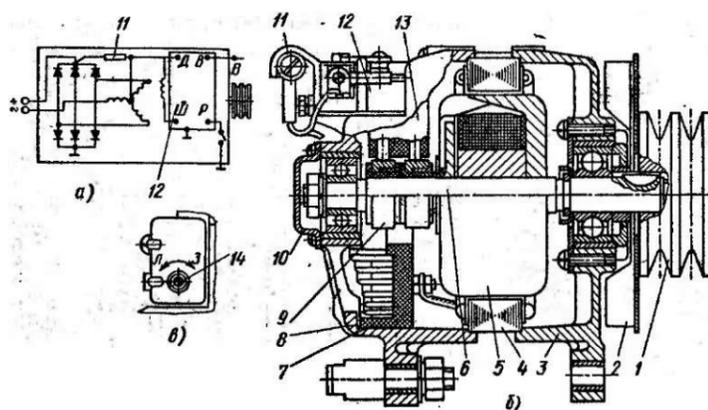

Рис. 131. Генераторная установка:
*Генераторная установка Г273-В* (рис. 131) состоит из трехфазного синхронного генератора с прямоточной вентиляцией и встроенных в генератор выпрямительного блока и интегрального регулятора напряжения. Генера-
На регуляторе напряжения установлен переключатель сезонной регулировки (рис. 131, в). Уровень регулируемого напряжения генератора в положении переключателя *Л* (лето) при силе тока нагрузки 20 А, частоте вращения коленчатого вала двигателя  $(1450 \pm 100)$  об/мин, температуре окружающей среды  $(25 \pm 10)^\circ\text{C}$  и включенной аккумуляторной батарее должен находиться в пределах 27...28 В, в положении *З* (зима) — 28,8...30,2 В.